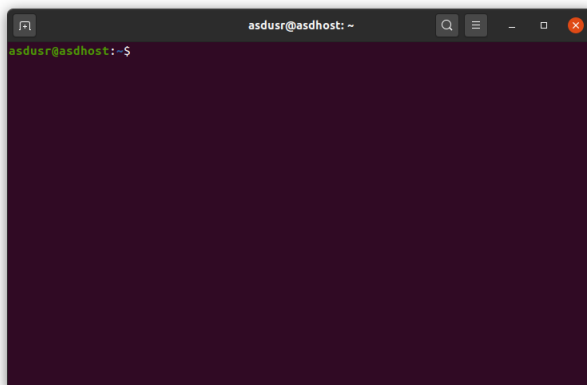

図 2-1-1. ターミナル画面
- ① キーボードで「Ctrl」 + 「Alt」 + 「t」を同時入力するか、左下の「アプリケーションを表示する」→「端末」をクリックしてください。図 2-1-1 のような、ターミナル画面が表示されます。